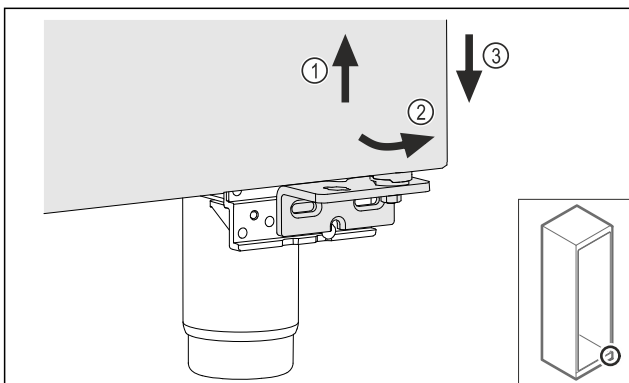

Fig. 26
- ▶ Ανασηκώστε ελαφρώς την πόρτα Fig. 26 (1), γείρετε την κάτω προς τα εμπρός Fig. 26 (2) και κατεβάστε τη Fig. 26 (3).